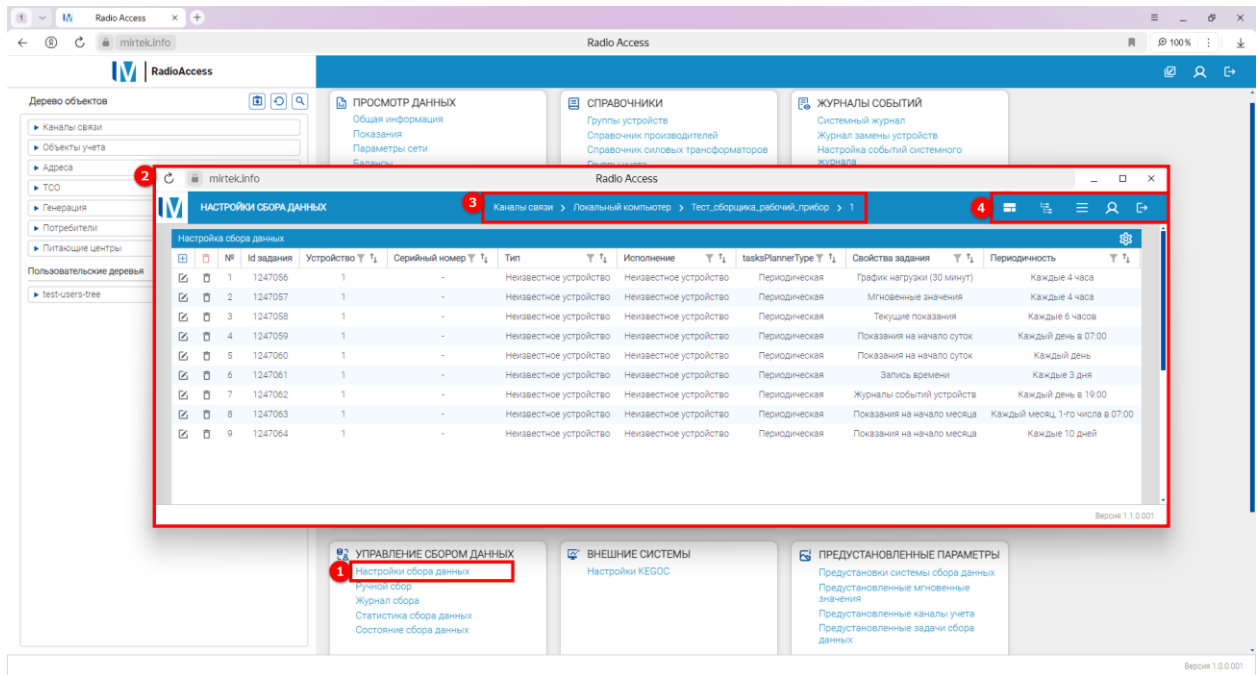

Рисунок 30 – Информационное окно выбранного раздела основного меню ПО
После выбора пункта меню (1) (см. рисунок 30) будет открыта новая вкладка (2), в которой будет отражена соответствующая информация по выбранной в **Дереве объектов** группе учета или устройству. Во вкладке выбранного пункта меню будет отражен полный